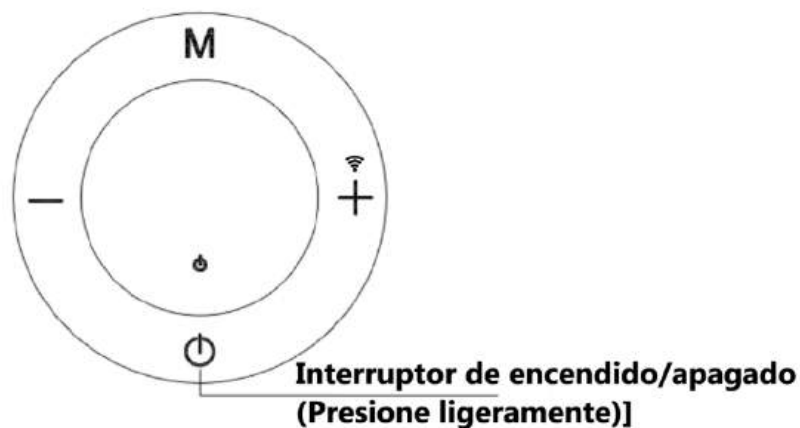
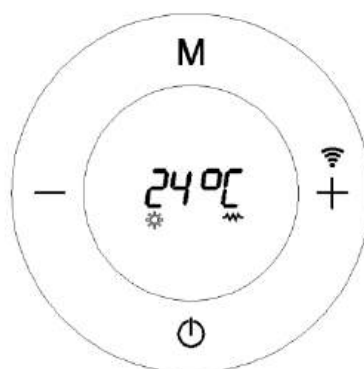
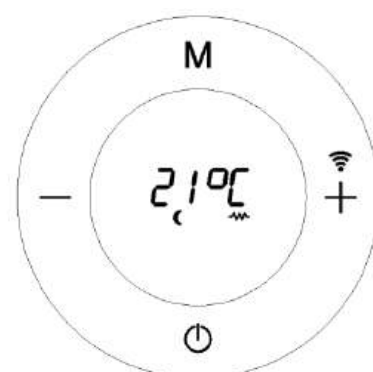
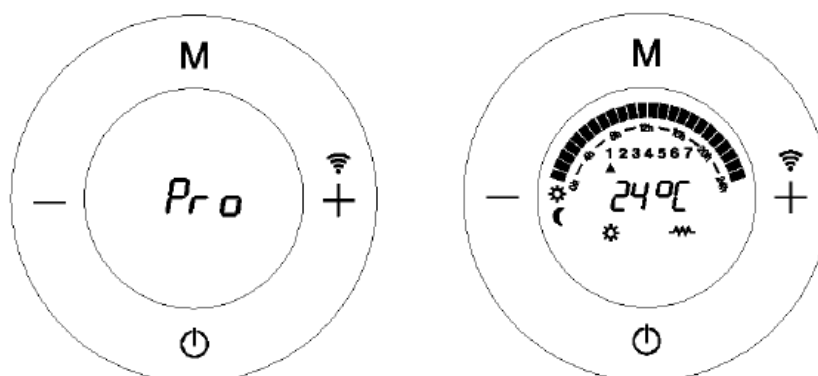

Fig.9
Fig.10
Fig.11
Fig.12
Pulsamos  **(Fig 9)**, el aparato se encenderá y aparecerá uno de los siguientes cuatro modos. **(Fig 10, Fig.11, Fig 12, Fig 12, Fig 13)**
**Modo Confort (Fig.10)**
**Modo Económico (Fig.11)**
#### Modo de programación: (Fig.12)